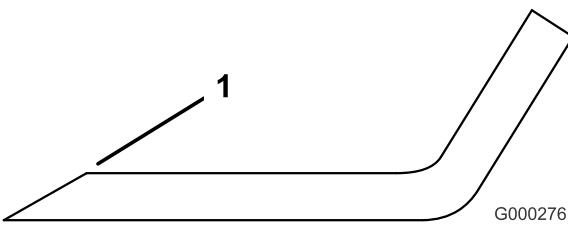

Figura 29
3. Esamineate i taglienti di tutte le lame, e affilateli se fossero ottusi o scheggiati. Affilate soltanto la parte superiore del tagliente e mantenete l'angolo di taglio originale per garantire l'affilatezza (Figura 29). La lama rimane bilanciata soltanto se viene rimossa una quantità uguale di metallo da entrambi i taglienti.